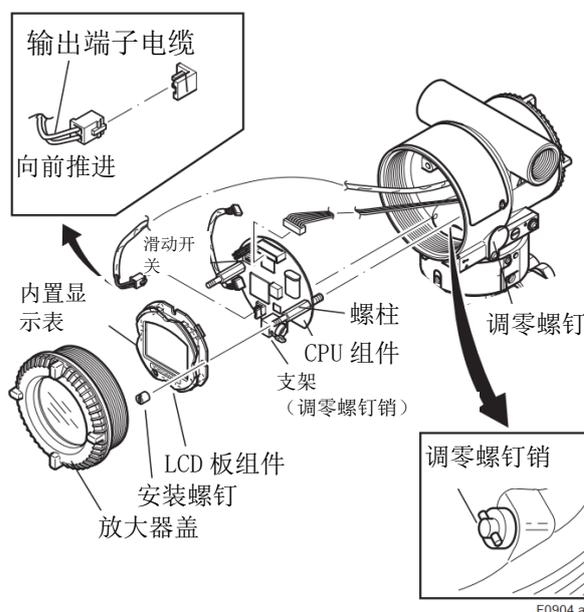

图 9.4 拆卸和安装 LCD 板组件和 CPU 组件 (HART 通讯型)
本小节描述了更换内置显示表的步骤。(参见图 9.4)
本小节描述了更换 CPU 组件的步骤。(参见图 9.4)
- 2) 将调零螺钉转至图 9.4 所示的位置(螺丝头槽口水平)。